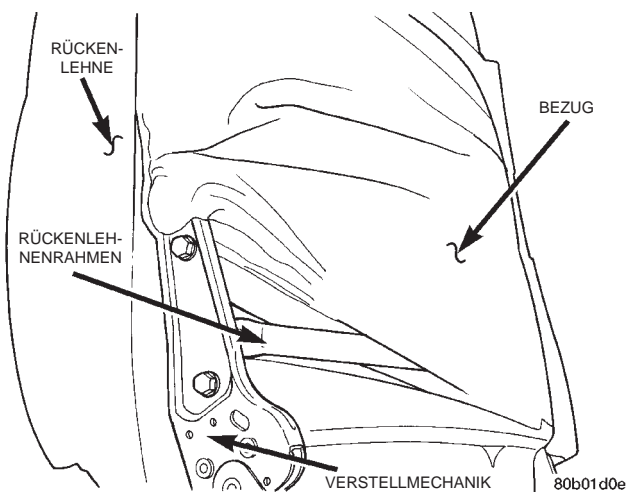

Abb. 6 Obere Halterung der Rückenlehnen-Verstellmechanik aus- und einbauen
(6) Den inneren Gelenkbolzen der Rückenlehne lösen.
(7) Alle Steckverbinder zwischen der Rückenlehne und dem Sitzpolster abziehen. Die Anzahl der Steckverbinder kann je nach Ausstattung des betreffenden Fahrzeugs variieren.
(8) Rückenlehne vom Sitzpolster abbauen und auf einer geeigneten Unterlage ablegen.
(9) Rückenlehnenbezug an der Seite vorsichtig so weit nach oben ziehen, daß die beiden Schrauben zugänglich sind, mit denen die obere Halterung der Rückenlehnen-Verstellmechanik am Rückenlehnenrahmen befestigt ist (Abb. 6). Näheres zum Ausbau des Rückenlehnenbezugs siehe Kapitel 23, "Karosserie".